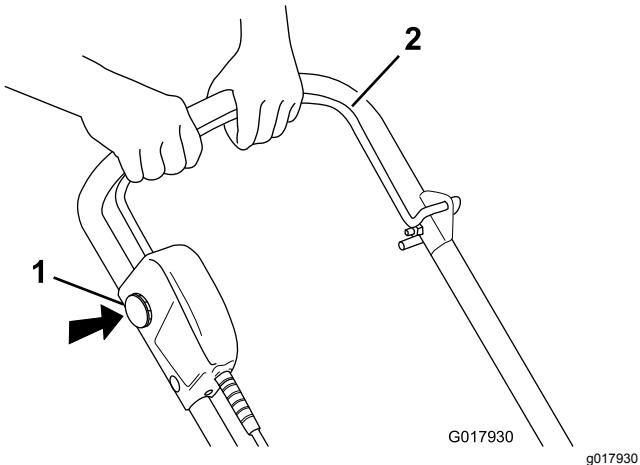

Figura 10
- Para ligar o motor, insira a chave, pressione e mantenha pressionado o interruptor de segurança (chave) e aperte a barra de controlo de energia para a pega (Figura 10).